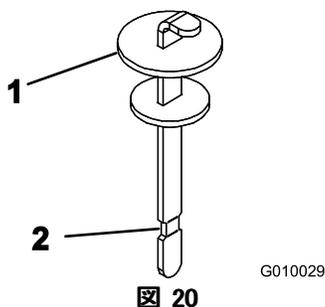

図 20
4. 補給口の首からディップスティックを抜き、きれいなウェスでていねいに拭う。もう一度首に差し込んで引き抜き、オイルの量を点検する。FULL 位置まであればよい (図 20)。